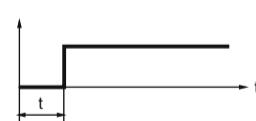

Рис.2
- обратный отсчет («Г» - при включении устройства исполнительное реле включается по истечении установленного времени t, рис.2).